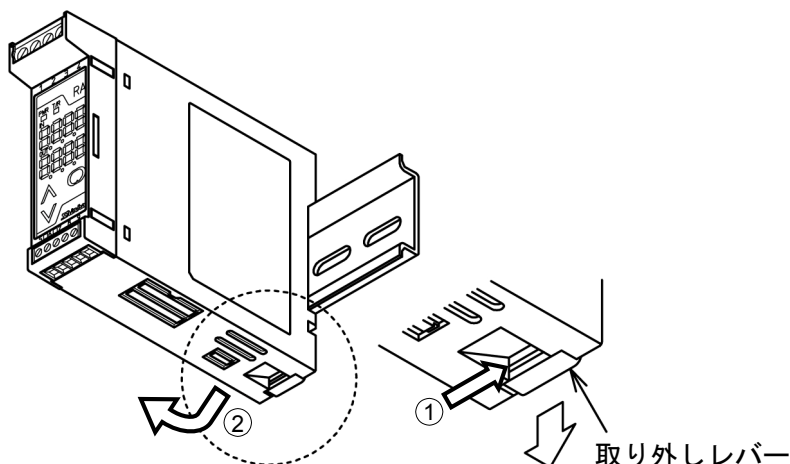

図 4.2-2
本器の下部にある取り外しレバーにマイナスドライバーを差込み(①), 取り外しレバーを下げながら DIN レールから取り外してください(②)。(図 4.2-2)